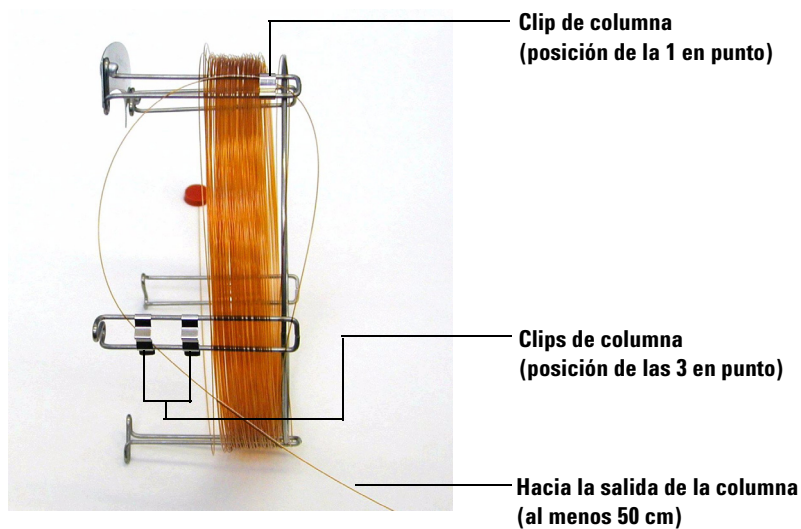

Figura 6 Columna pasada a través de la posición de la 3 en punto
- 5 A continuación, pase el lado de salida de la columna a través del clip colocado en las 3 en punto, de forma que la salida de la columna esté dirigida hacia la parte trasera del soporte. Asegúrese de que la parte de la columna que está entre los dos clips NO se sobresale por encima de la etiqueta de la columna. Véase la Figura 6.